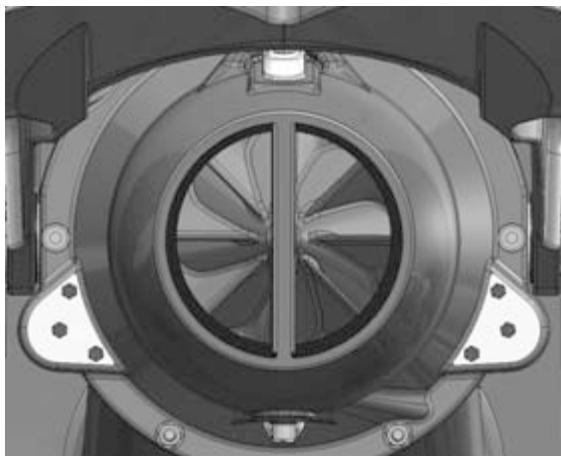

Рисунок 34. Проверка статора на наличие закупорок
3. Осмотрите статор или сопло (рис. 34).